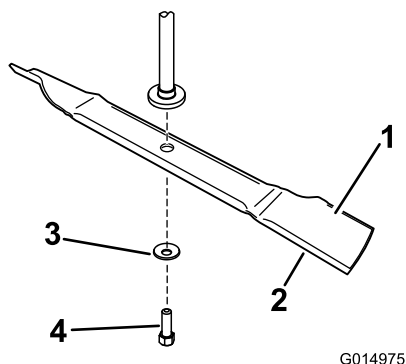

Figura 7
1. Instale la cuchilla en el eje (Figura 7).
2. Instale la arandela curva (con la copa hacia la cuchilla) y el perno de la cuchilla (Figura 7).